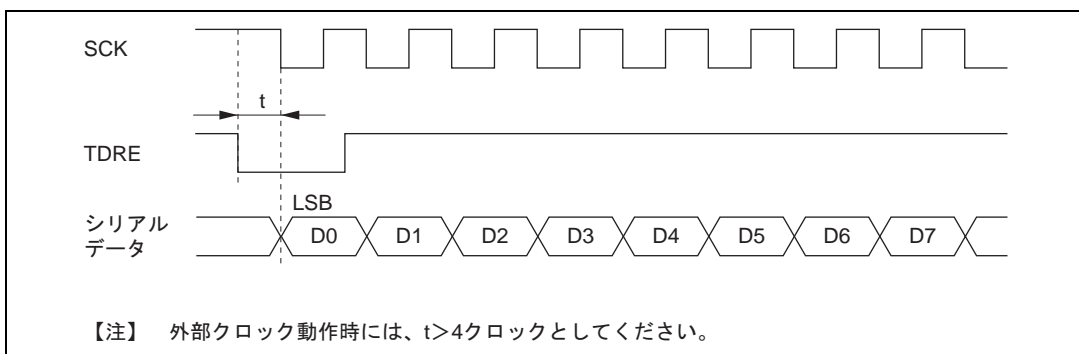

図 12.22 DTC によるクロック同期式送信時の例
- (1) 同期クロックに外部クロックソースを使用する場合、DTCによるTDRの更新後、φクロックで5クロック以上経過した後に、送信クロックを入力してください。TDRの更新後4クロック以内に送信クロックを入力すると、誤動作することがあります。(図12.22)
- (2) DTCにより、RDRのリードを行うときは必ず起動要因を当該SCIの受信データフル割り込み (RXI) に設定してください。